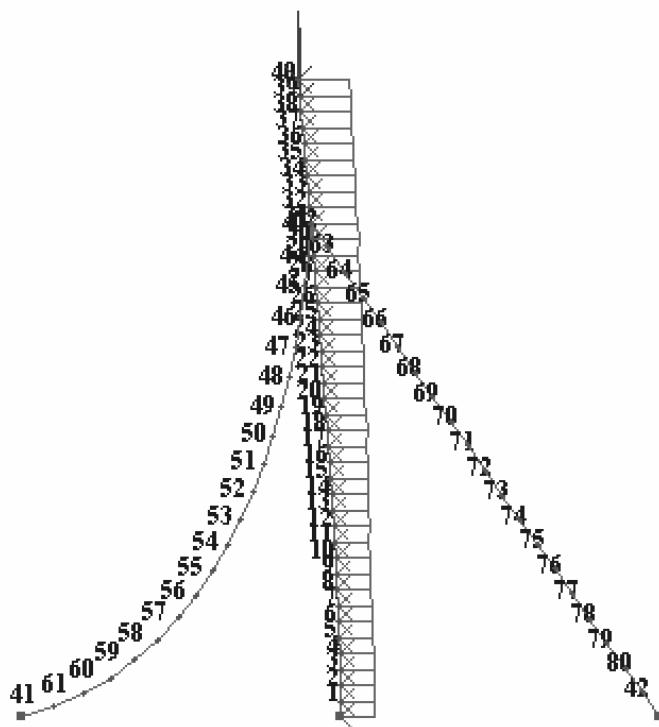

Рис.8.22. Деформированная схема
- В режиме просмотра результатов расчета по умолчанию расчетная схема отображается с учетом перемещений узлов (рис. 8.22). Для отображения схемы без учета перемещений узлов выполните пункт меню **Схема ⇒ Исходная схема** (кнопка  на панели инструментов).